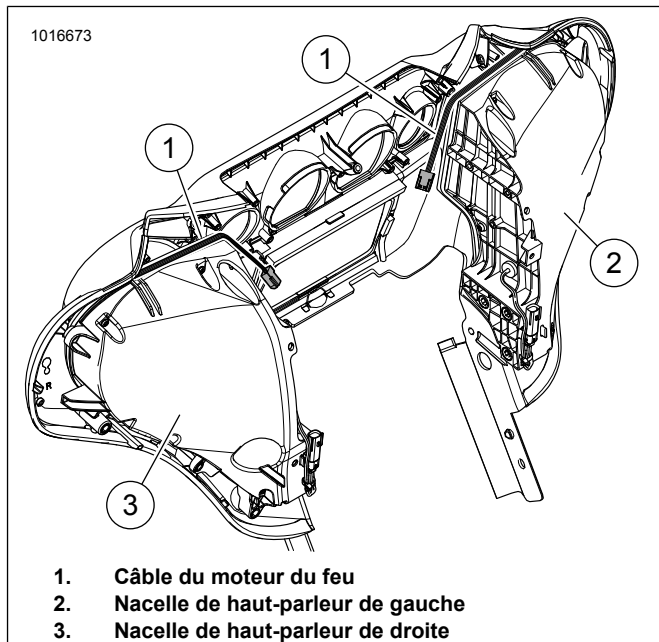

Figure 3. Carénage FLH
7. Voir la figure 3. Se référer au manuel d'entretien. Brancher les fils du haut-parleur au haut-parleur, installer l'enceinte du haut-parleur et faire passer le câble du moteur de feu (1) comme illustré.